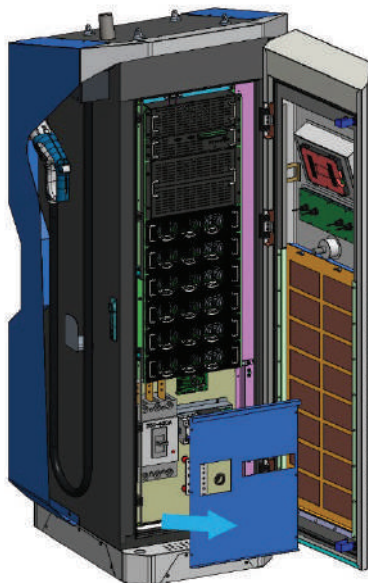

Abbildung 5.11
- Öffnen Sie die vordere Tür und verwenden Sie einen Kreuzschlitzschraubendreher, um die Frontabdeckung des Schalters zu entfernen. Siehe Abbildung 5.11